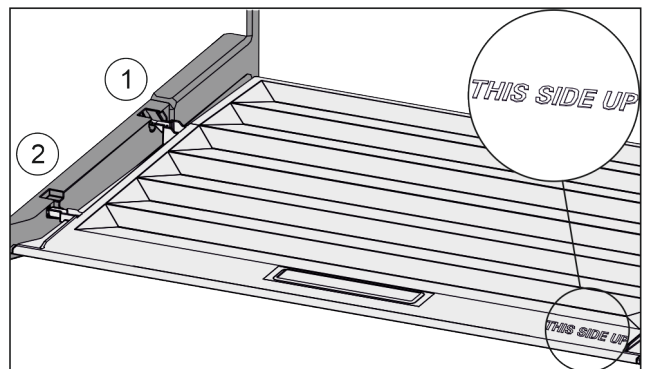

Fig. 127
- Vie kannen korokeosa takimmaisessa kiinnittimessä Fig. 127 (1) olevan aukon kautta sisään ja kiinnitä se edessä kiinnittimeen Fig. 127 (2).